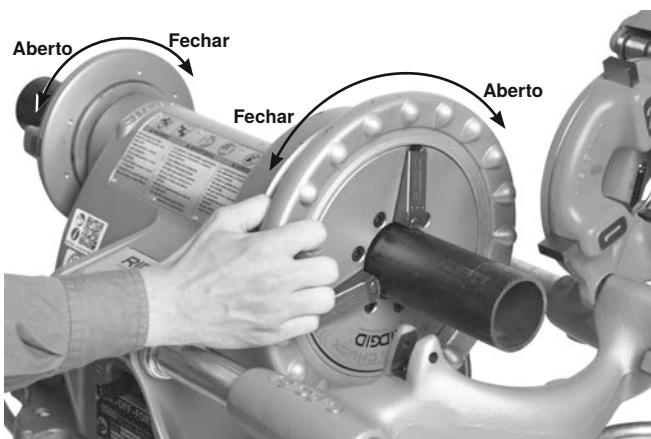

Figura 14 – Roscar o tubo
4. Rode o dispositivo de centragem traseiro para a esquerda (visto da traseira da máquina) para fechar sobre o tubo (figura 14). Certifique-se de que o tubo está centrado nos entalhes. Isto melhora o suporte do tubo e dá melhores resultados.
5. Rode o volante do mandril dianteiro para a esquerda (visto da dianteira da máquina) para fechar sobre o tubo. Certifique-se de que o tubo está centrado nos insertos. Rode o volante repetidamente e à força para a esquerda para fixar o tubo ao mandril dianteiro (*figura 14*).